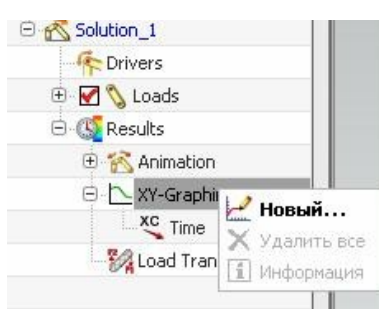
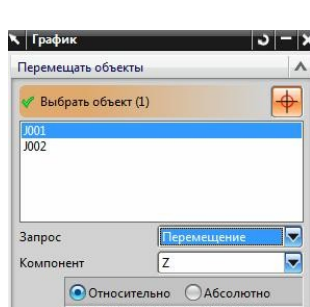

рис.3
рис.4
- В разделе *Solution* поставьте курсор на строку *XY-Graphing*, и вызовите контекстное меню. В этом меню выберите команду **Новый...** (рис.3). В ответ появится диалоговое окно рис.4.
- В верхней части этого окна перечислены все компоненты схемы, для которых можно построить графики. В версии NX7.5 список невелик (рис.4). Это только все кинематические **связи** нашего механизма. Никаких тел в предлагаемом списке нет! И это – главное неудобство. В последующих